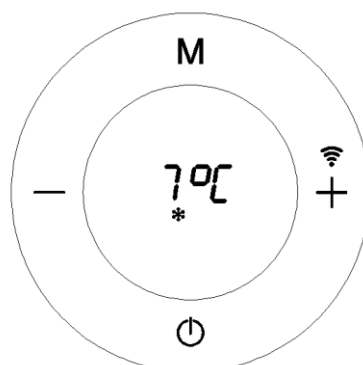

Fig.13
3. Modo Anticongelación (Fig.13)